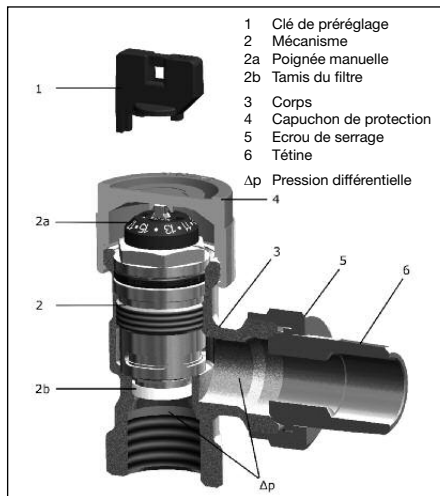

Fig. 5.2 Conception du robinet thermostatique «AQ»
Le débit maximal peut être réglé à l'aide de la clé de préréglage (fig. 5.2, pos. 1) (voir aussi 7.1).
Avec l'appareil de mesure raccordé, la pression différentielle disponible au corps de robinet est mesurée. Pour ce faire, dévisser le mécanisme (pos. 2, fig. 5.2) à l'aide du «Demo-Bloc» et effectuer une mesure avec la tige de mesure de la pression différentielle. Dès lors que la pression différentielle mesurée est égale ou supérieure à la pression différentielle Δp min. (voir 4.1), elle est assez élevée pour permettre la régulation automatique du débit par le robinet.
Le robinet thermostatique est livré avec un capuchon de protection plastique (pos. 4, fig. 5.2) protégeant la tige du robinet et servant au réglage manuel de la levée du robinet pendant les travaux de construction.
Le réglage se fait à l'aide de la clé de pré-réglage (pos. 1, fig. 5.2) qui est montée sur la poignée manuelle (pos. 2a, fig. 5.2).
Des dysfonctionnements (par ex. le radiateur ne chauffe pas suffisamment) peuvent être causés par un tamis encrassé (pos. 2b, fig. 5.2).
Dans ce cas, dévisser le mécanisme (pos. 2, fig. 5.2) du corps de robinet (pos. 3, fig. 5.2) à l'aide du «Demo-Bloc» et le remplacer (ou nettoyer ou remplacer le tamis).